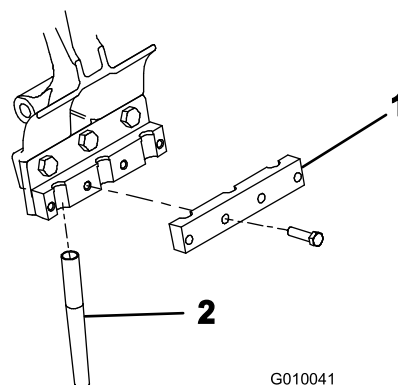

図 24
4. 各ティンホルダーにティンクランプを仮止めする ; 3/8 x 1-1/2 in ボルト 4 本を使用する(図 24)。この時点ではまた本締めしないこと。